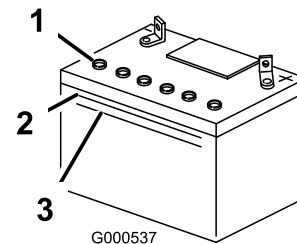

Figure 44
- Observez le côté de la batterie. Le niveau de l'électrolyte doit atteindre le trait **supérieur** (Figure 44). Le niveau d'électrolyte ne doit pas descendre au-dessous du trait inférieur (Figure 44).
- Enlevez les bouchons d'aération de la batterie (Figure 44).
- Versez de l'eau distillée avec précaution dans chaque élément jusqu'au repère supérieur (Figure 44) sur le côté de la batterie.
5. Attendez cinq à dix minutes après avoir rempli les éléments. Au besoin, ajoutez de l'eau distillée pour amener le niveau jusqu'au repère supérieur sur le côté de la batterie (Figure 44).